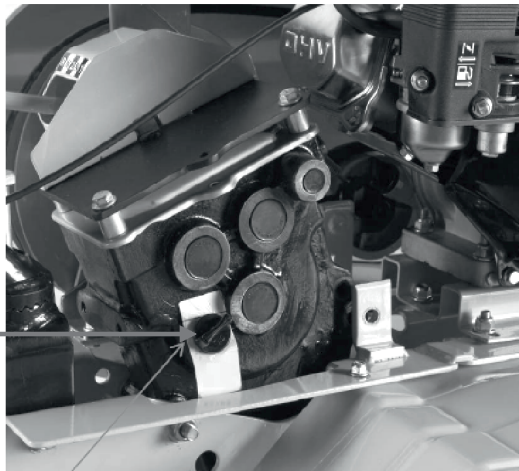

Рис. 25
2. Открутите пробку маслозаливной горловины редуктора (Рис. 25)